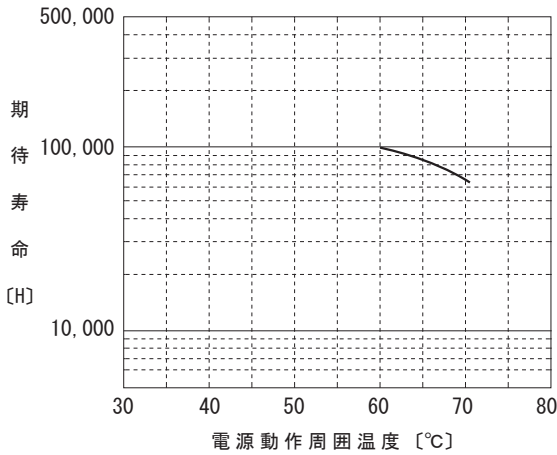

図 7.1 ファン推定寿命
- ・標準品との相違点は図 7.1 (ファン推定寿命) の通りです。